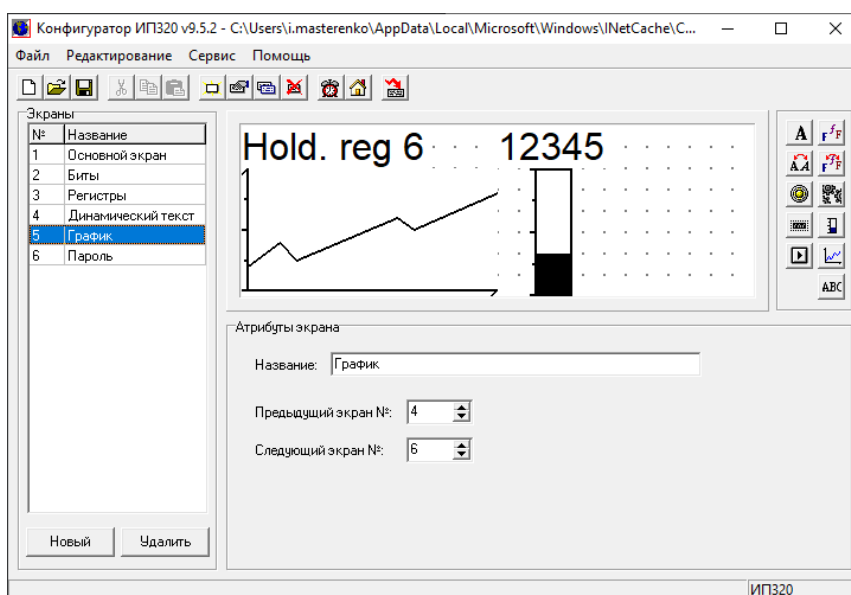

Рис. 13. Экран **График**
- **Число рег-ов** – число регистров для типа UINT (1);
5. Экран **График** (рис. 13) отображается изменение параметра за определенное время.